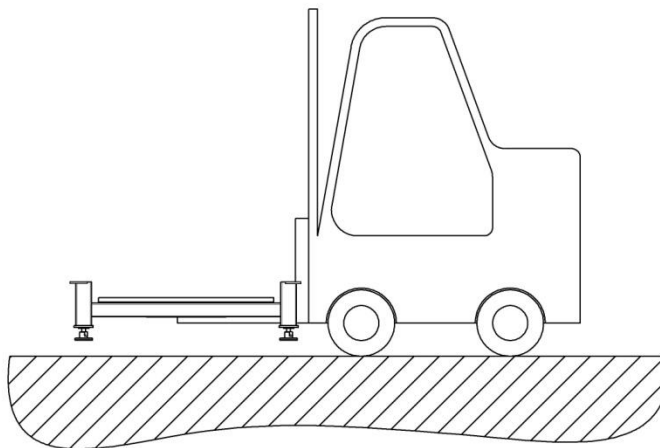

Рис. 6.
1. Для сборки основания системы используется вилочный погрузчик. Необходимо установить вилку погрузчика под горизонтальные трубы нижней рамы основания и переместить её на место установки (рис. 6).